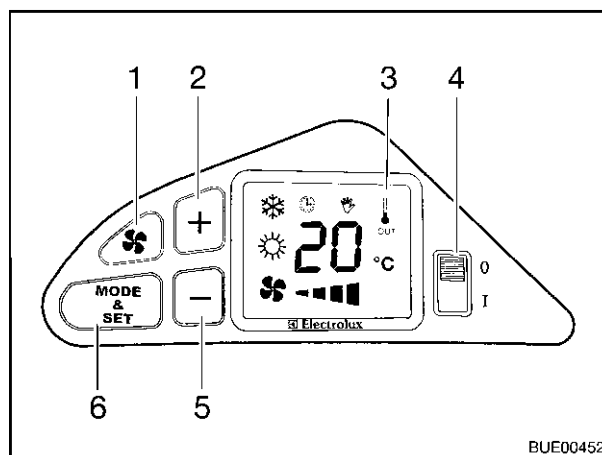

Fig. 209 Eléments de commande
- Mettre l'interrupteur secteur (Fig. 209,4) sur "I". La température réglée est affichée.
- Régler la température désirée à l'aide des touches "+" (Fig. 209,2) et "-" (Fig. 209,5).
- Mettre l'interrupteur secteur (Fig. 209,4) sur "I".
- Appuyer sur la touche "☪" (Fig. 209,1).
- Régler la vitesse de ventilateur désirée à l'aide des touches "+" (Fig. 209,2) et "-" (Fig. 209,5).
- Appuyer sur la touche "MODE & SET" (Fig. 209,6) jusqu'à ce que le symbole de refroidissement soit visible à l'écran (Fig. 209,3).
- Appuyer sur la touche "MODE & SET" (Fig. 209,6) jusqu'à ce que le symbole de chauffage soit visible à l'écran (Fig. 209,3).
- Mettre l'interrupteur secteur (Fig. 209,4) sur "0".